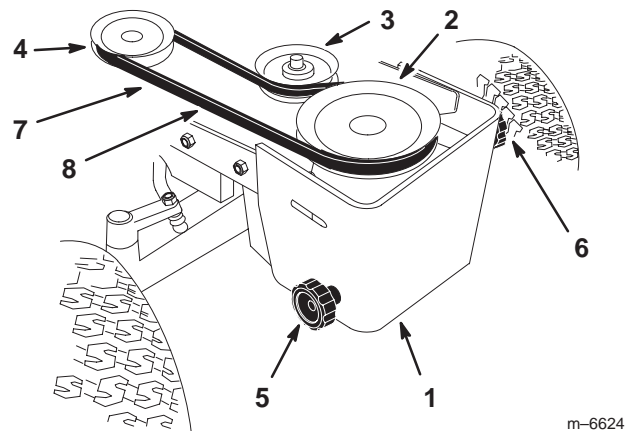

Figure 8
1. Montez la courroie de PDF sur la poulie d'embrayage (Fig. 8).
2. Montez la courroie de PDF sur la poulie supérieure et la poulie de tension supérieure dans le bâti (Fig. 8).
3. Tournez le bouton gauche sur le bâti de poulies avant pour tendre la courroie de PDF (Fig. 8). La courroie doit présenter une flèche de 13 mm.
4. Tournez le bouton droit sur le bâti de poulies avant pour tendre la courroie d'entraînement du plateau de coupe (Fig. 8). La courroie doit présenter une flèche de 13 mm.